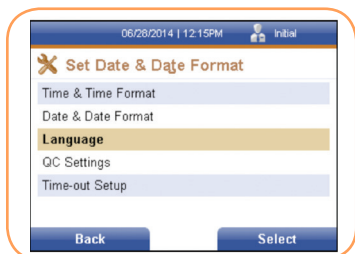

FIGURA 8
- Seleccione el idioma que desee y pulse la tecla programable derecha para aceptar los cambios o la tecla programable izquierda para descartar los cambios. Con cualquiera de las dos opciones el usuario volverá al menú anterior (Figura 8).